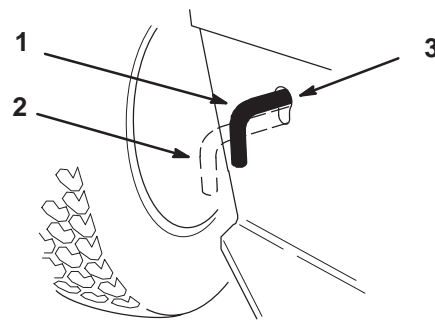

Bild 26
2. Schieben Sie die Antriebsstange in die **Schieben-**Stellung. Dadurch wird der Antrieb ausgekuppelt, und die Räder befinden sich im Freilauf (Bild 26).
1. Schieben Sie die Antriebsstange in die **Betriebs-**Stellung (Bild 26).